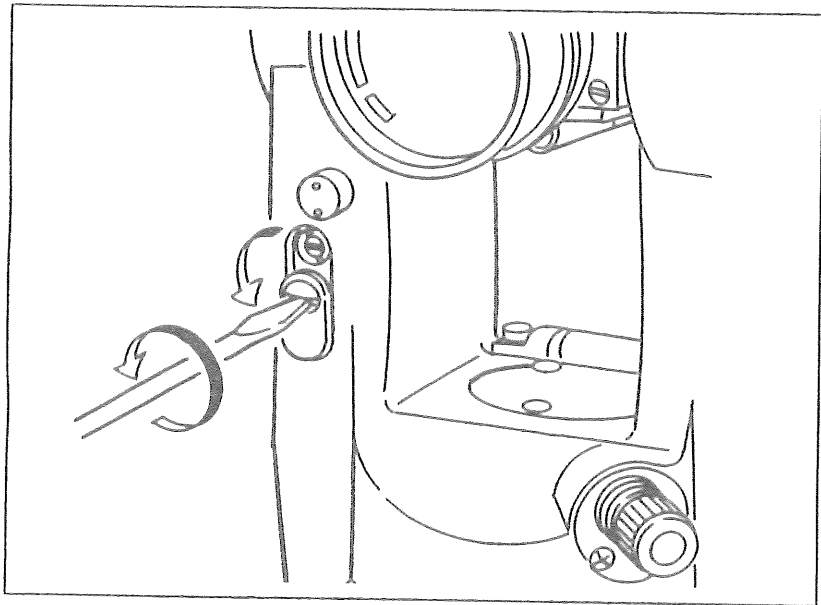

图28
- ① 零点調整ねじ用カバーの止めねじを緩めて、カバーを下に開きます。(図28)
- ②  $\varepsilon = \frac{1}{2}(r + l - 360^\circ)$  を算出します。